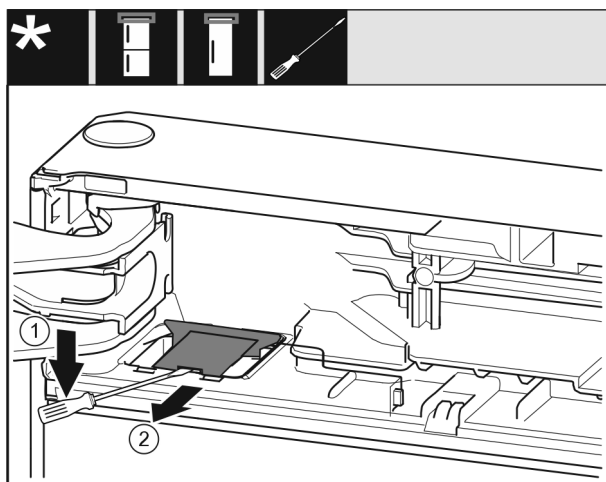

Fig. 10
使用带槽螺丝刀松开盖板 Fig. 10 (1)。
取出盖板 Fig. 10 (2)。